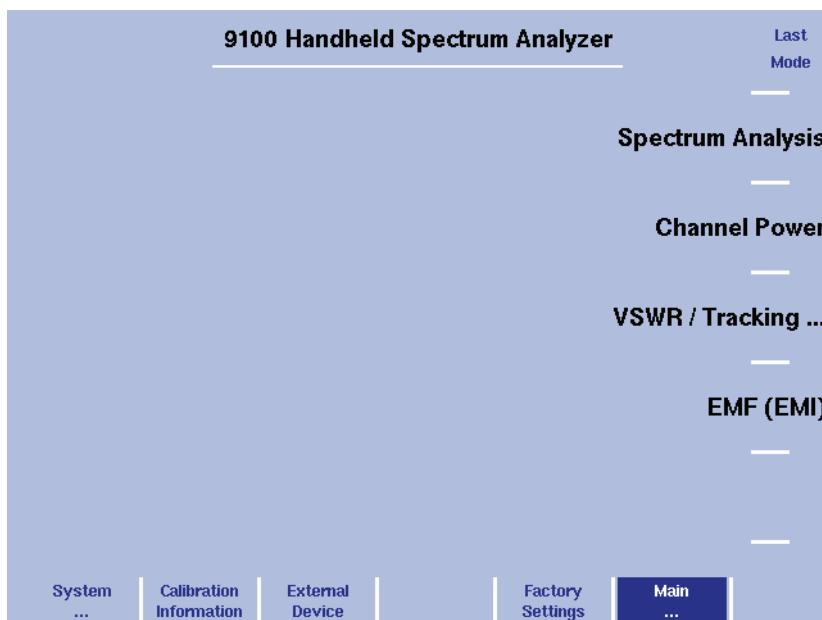

Abb. 5 Auswahl eines Messmodus
- 1 Drücken Sie die Funktionstaste **MODE**. Das Menü Mode wird angezeigt (siehe Abbildung 5).